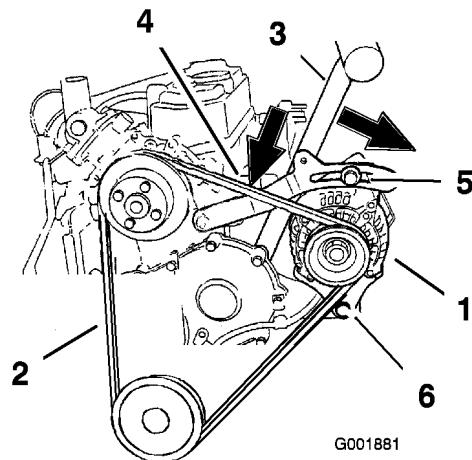

Bild 62
1. Legen Sie einen Griff zwischen die Lichtmaschine und den Motorblock (Bild 62).
2. Richten Sie die Lichtmaschine nach außen so aus, dass der Riemen zwischen Motor und Lichtmaschine 10 bis 13 mm durchhängt (Bild 62).
5. Wenn die Riemenspannung korrekt ist, ziehen Sie die obere Schraube auf 19 Nm und die untere Schraube auf 61 Nm fest (Bild 62).